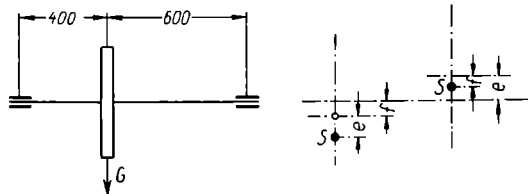

Bild 46
67. Ein 2000 kg schweres Schwungrad ist nach Bild 46 auf eine Welle aufgekelt. Der Schwerpunkt des Schwungrades liegt wegen ungleicher Massenverteilung um $e = 1 \text{ mm}$ außerhalb der Drehachse. Die Durchbiegung einer Welle durch eine Kraft ist nach der Biegelehre $f = \frac{Pa^2b^2}{3EJ \cdot l}$. Gegeben ferner Wellendurchmesser $d = 100 \text{ mm}$, $E = 2,2 \cdot 10^6 \text{ kp/cm}^2$, Drehzahl $n = 300 \text{ U/min}$. Es ist die Durchbiegung infolge Zentrifugalkraft und Gewichts zu errechnen, wenn der Schwerpunkt der Schwungradmasse a) unter der Drehachse; b) über der Drehachse liegt. c) Größte Zentrifugalkraft, wenn der Schwerpunkt unter und d) kleinste Zentrifugalkraft, wenn der Schwerpunkt über der Drehachse liegt. e) Größte und kleinste Biegespannung. f) Zwischen welchen Grenzwerten sind die Lagerkräfte A und B veränderlich?